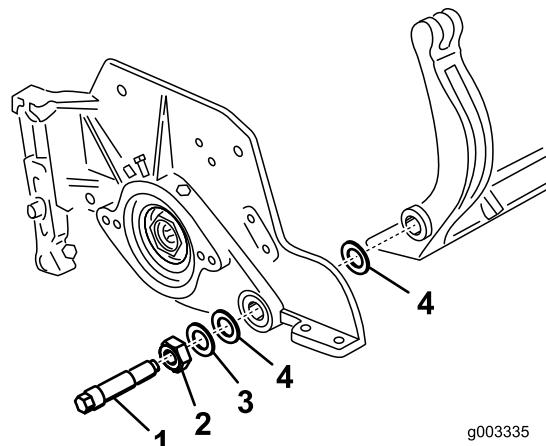
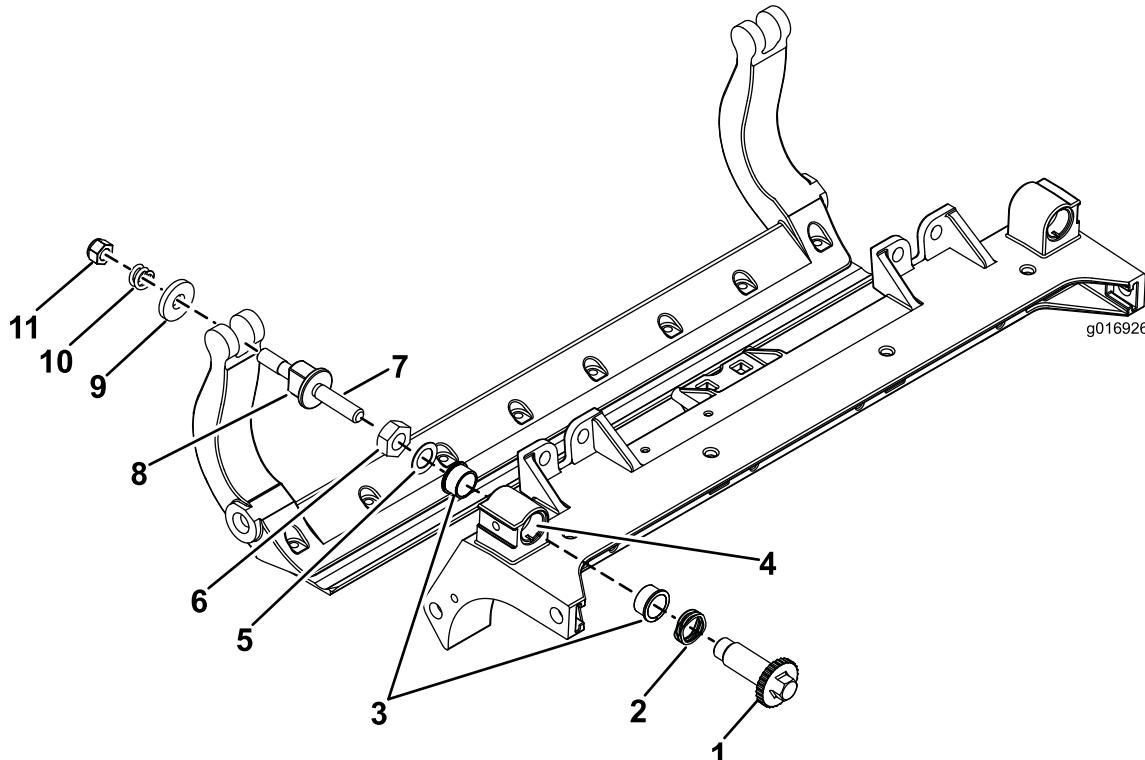

Figure 31
Figure 33
la rondelle en acier estampé situées de chaque côté de la barre d'appui (Figure 31).
- Fixez la barre d'appui sur chaque plaque latérale au moyen des boulons (munis d'écrous) et des 6 rondelles. Une rondelle en nylon doit être placée de chaque côté du bossage de la plaque latérale. Placez une rondelle en acier à l'extérieur de chaque rondelle en nylon (Figure 31). Serrez les boulons de la barre d'appui à un couple de 27 à 36 Nm.
- Serrez les contre-écrous également de chaque côté jusqu'à ce qu'il ne soit plus possible de tourner les rondelles d'acier extérieures à la main. Desserrez alors les contre-écrous jusqu'à ce qu'il soit possible de tourner les rondelles d'acier extérieures à la main et que la barre d'appui ne présente aucun jeu axial (Figure 31).
- Déposez toutes les pièces (voir les *Instructions d'installation* du Kit DPA renforcé, modèle n° 120-7230 et Figure 33).
- Appliquez du produit antigrippage « Never Seize » à l'intérieur du logement des bagues sur le cadre central du plateau de coupe (Figure 33).
- Alignez les clavettes des bagues à embases sur les fentes de leur logement sur le cadre, et mettez les bagues en place (Figure 33).
- Posez une rondelle ondulée sur l'axe de réglage et insérez l'axe dans les bagues à embase sur le cadre du plateau de coupe (Figure 33).
- Fixez l'axe de réglage avec une rondelle plate et un contre-écrou (Figure 33). Serrez le contre-écrou à un couple de 20 à 27 Nm.
en acier à l'extérieur de chaque rondelle en nylon (Figure 33). Serrez les boulons de la barre d'appui à un couple de 27 à 36 Nm. Serrez les contre-écrous jusqu'à ce que les rondelles d'acier extérieures cessent de tourner et que le jeu axial soit supprimé, mais ne serrez pas excessivement et ne faites pas fléchir les plaques latérales. Les rondelles peuvent présenter un espace à l'intérieur (Figure 31).